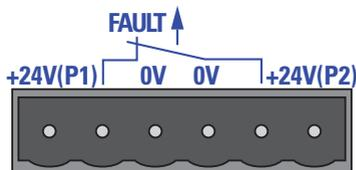

Figure 2 : Brochage des contacts secs
- ▶ Le contact sec (« FAULT », brochage du bornier cf. figure 2) renseigne sur le bon fonctionnement de l'équipement et permet un télédiagnostic. Le type de supervision du fonctionnement peut être défini au niveau logiciel.